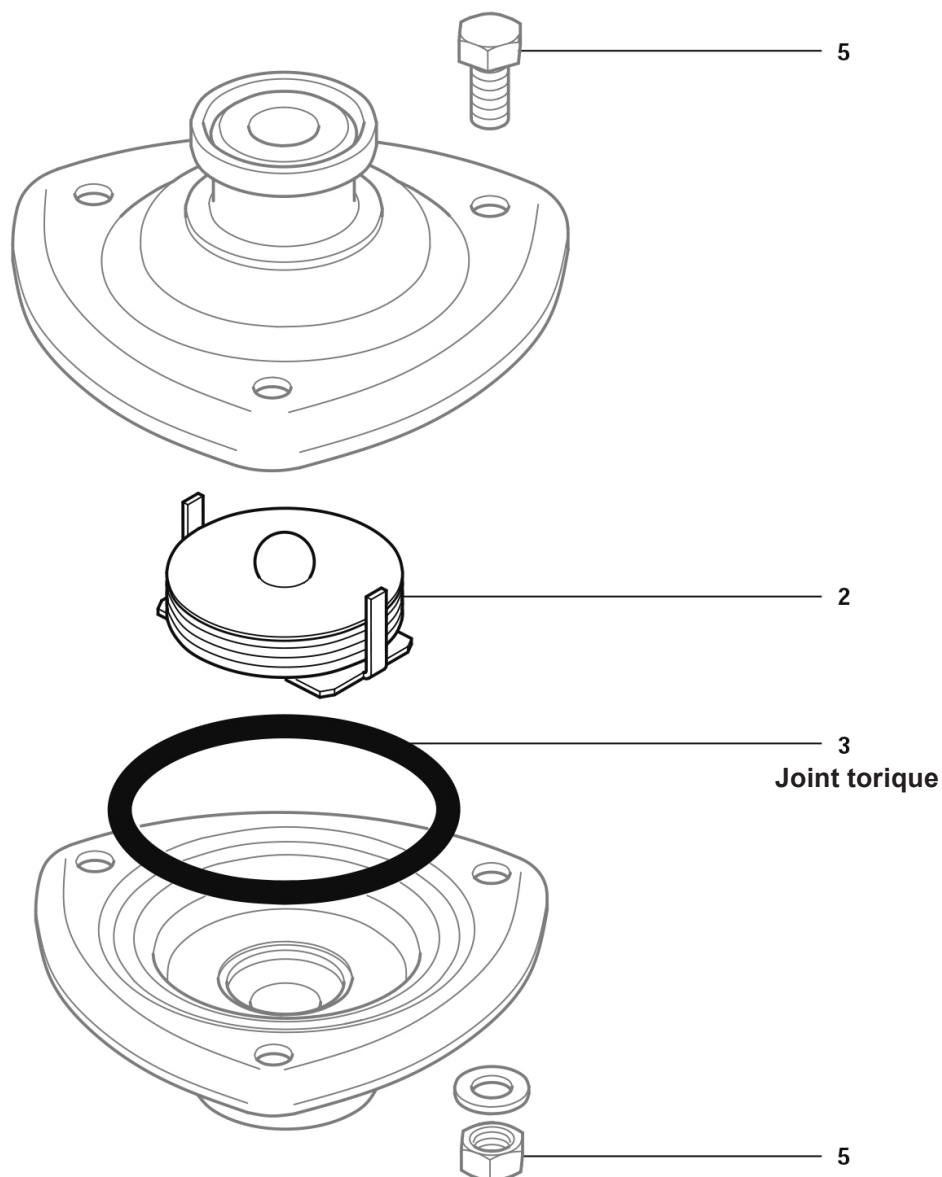

Fig. 2
- Enlever le siège, le joint et la capsule pour les nettoyer ou les remplacer. S'assurer que la capsule est repositionnée correctement (voir Fig. 2, page 10).